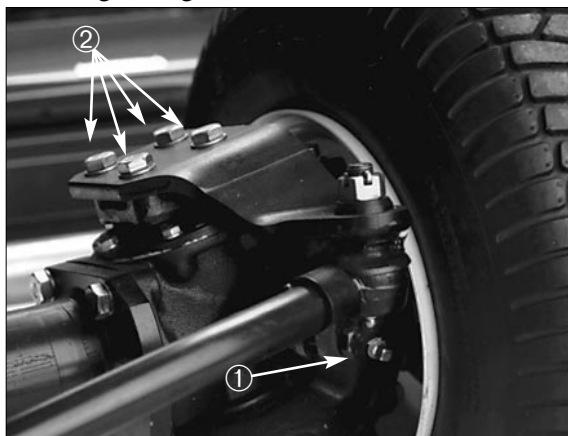

Fig. 6
2. Ta pluggen ut av hver ende av akselen og se til at smøremiddelet når opp til hullets underkant. Hvis ikke må du ta ut en festebolt over hver plugg og sette til så mye smøremiddel at nivået blir riktig (se fig. 6).